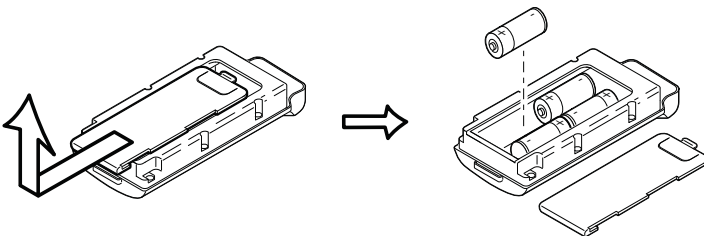

Рис. 2-14. Снятие крышки и вставка батарей типа AA
Для сборки батарейного отсека под батареи типа AA в приемнике GR-5 необходимо GR-5 (Рис. 2-14):
2. Вставьте четыре батареи AA внутрь отсека как показано ниже (см. Рис. 2-14).